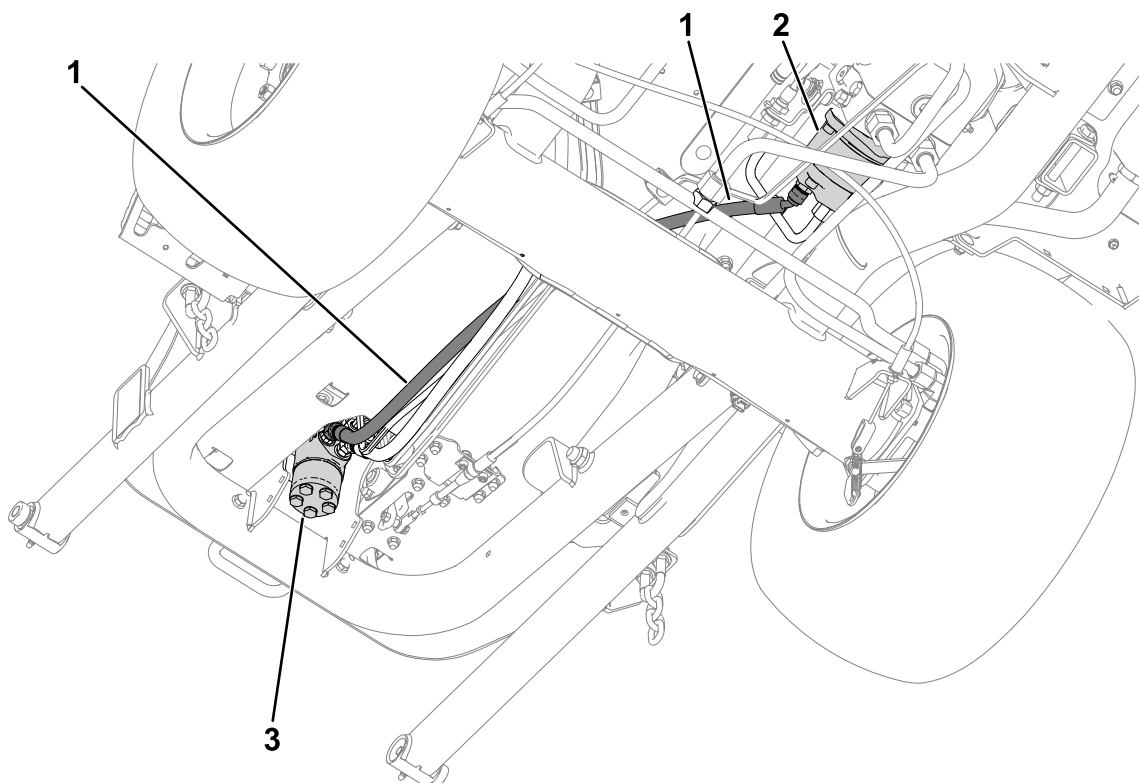

Bild 13
5. Stellen Sie sicher, dass der Hydraulikschlauch wie in Bild 13 gezeigt verlegt ist.